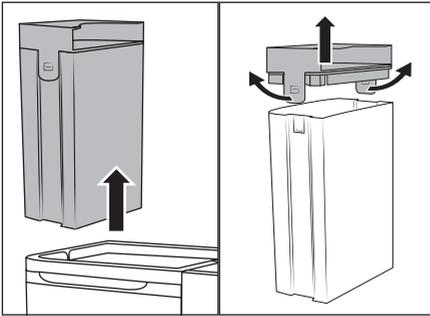

Fig. 5
(1) Hæld kun koldt eller varmt vand fra hanen eller destilleret vand i brugsvandsbeholderen ②. Brug ikke kogende vand. (2) Brug aldrig produktet uden vand i brugsvandsbeholderen ②.
(3) Brug kun almindeligt ikke-skummende polsterrengøringsmiddel eller **LIDL W5 eddikerens**. Andre rengøringsmidler kan ødelægge produktet. Vi anbefaler at tilsætte tre spiseskefulde **LIDL W5 eddikerens** til en komplet påfyldning (1,7 liter) af brugsvandsbeholderen ②. Eventuelt kan du forhøje andelen af eddikerens lidt efter lidt, til du opnår det ønskede resultat.
- ◆ Hold i håndtaget ① på brugsvandsbeholderen ②, og tag den ud af produktet oppefra (se fig. 5).
- ◆ Træk de to holdetapper lidt ud, og tag låget ① af (se fig. 5).
- ◆ Fyld produktet med vand fra vandhanen eller med destilleret vand, og tilsæt eventuelt polsterrengøringsmiddel eller W5 eddikerens. Overhold anvisningerne fra producenten. Sørg for, at brugsvandsbeholderen ② højst fyldes til MAX-markeringen.
- ◆ Sæt låget ① på brugsvandsbeholderen ②, og tryk det ned, indtil de to holdetapper går i indgreb.
- ◆ Hold i håndtaget ① på brugsvandsbeholderen ②, og sæt den ind i produktet igen.